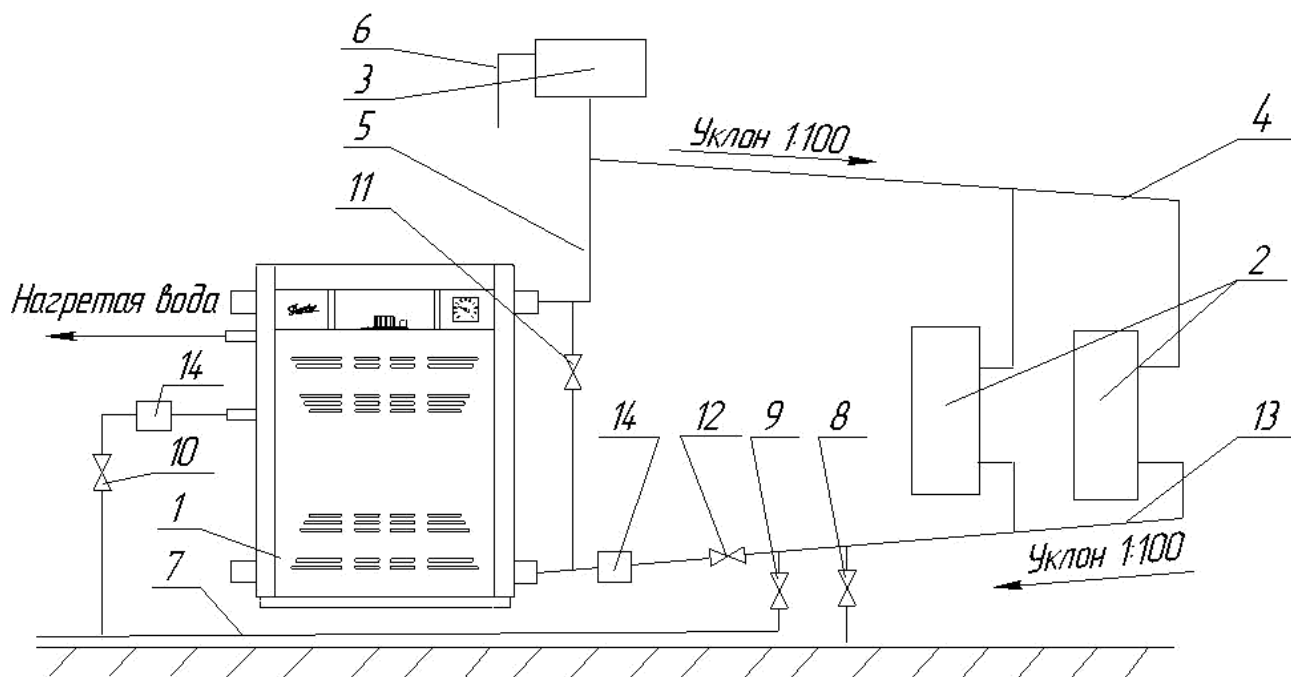

Рисунок 4.
6.6. Установку котла и присоединение к системе отопления и горячего водоснабжения выполнить согласно проекта на отопление (рекомендованная схема изображена на рис. 4).